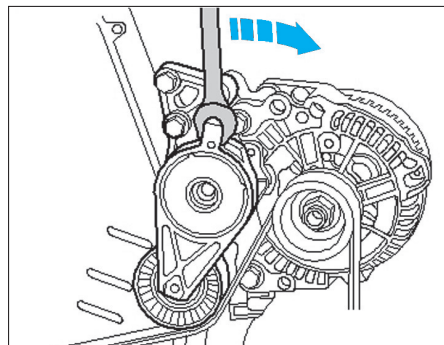

Fig. 1
• Faire basculer le tendeur dans le sens de la flèche jusqu'à ce qu'il soit possible de le freiner (Fig.1).